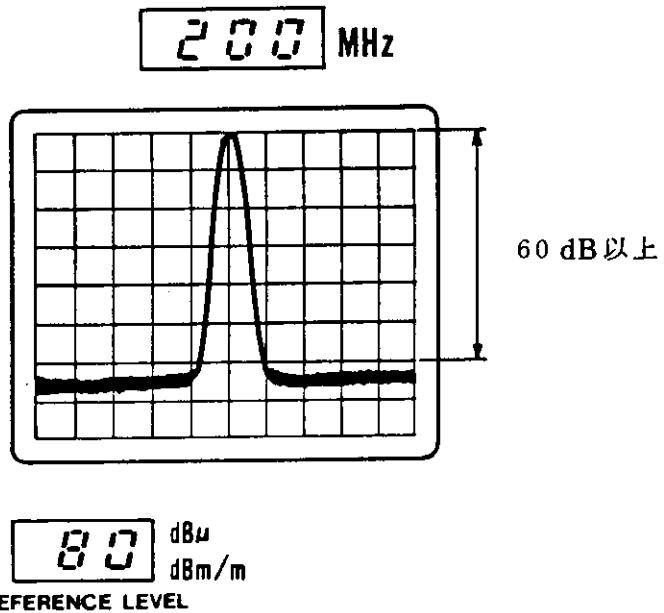

図 5-5 平均ノイズ・レベルのチェック
- そのときの平均ノイズ・レベルが  $20 \text{ dB}\mu$  (CAL. 信号より 60 dB ダウン) 以下であることをチェックします。〔図 5-5〕